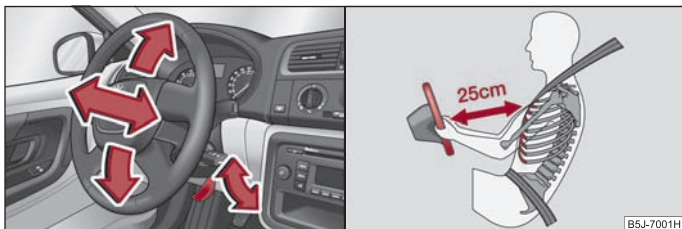

Abb. 93 Verstellbares Lenkrad: Hebel unter der Lenksäule / Sicherer Abstand vom Lenkrad
- Schwenken Sie den Hebel unter dem Lenkrad nach unten ⇒ Abb. 93 - links ⇒ ⚠.
- Der Fahrer muss einen Abstand zum Lenkrad von mindestens 25 cm einhalten ⇒ Abb. 93 - rechts. Wenn Sie den Mindestabstand nicht einhalten, kann Sie das Airbag-System nicht schützen - Lebensgefahr!